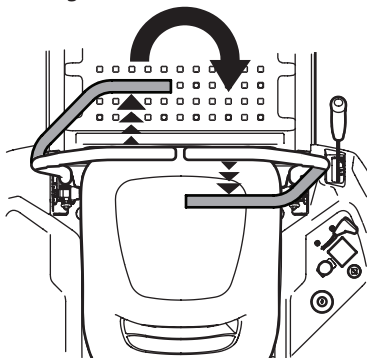

Figure 3-11
2. Pour tourner dans le sens horaire, poussez la barre de conduite gauche vers l'avant et tirez la barre de conduite droite vers l'arrière. Voir Figure 3-11.